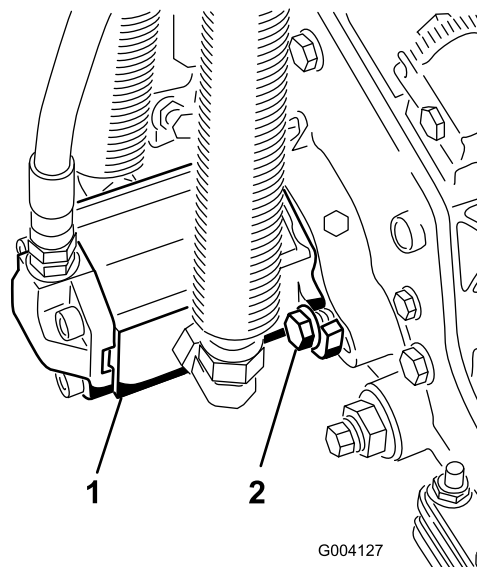

Bild 20
17. Montieren Sie den Motor; drehen Sie ihn nach rechts, damit die Motorflansche nicht die Schrauben berühren (**Bild 20**).